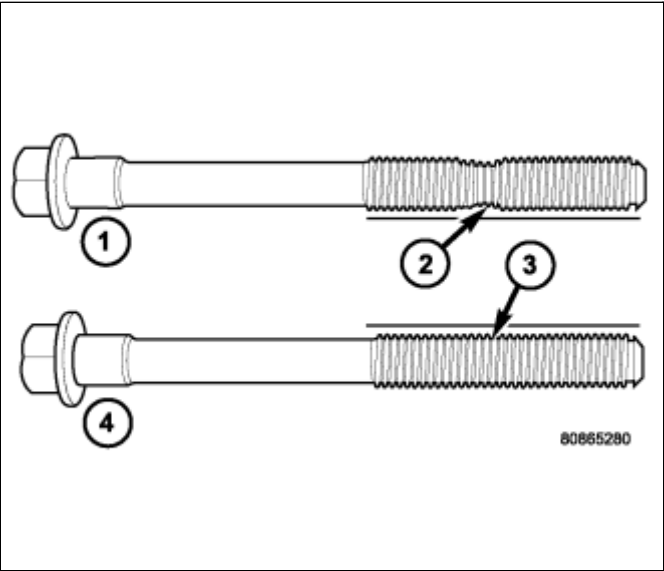

图 2 检查螺栓划伤（颈缩）
3. 缸盖螺栓是采用扭矩屈服方法拧紧的，在重新使用之前应对其进行检查。 如果螺纹出现颈缩，必须更换螺栓 \(图 2\)。